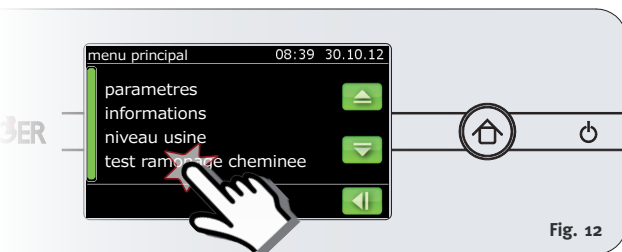

Fig. 12
1. Sélectionnez **Test ramoneur** dans le menu principal. ( Fig. 12)